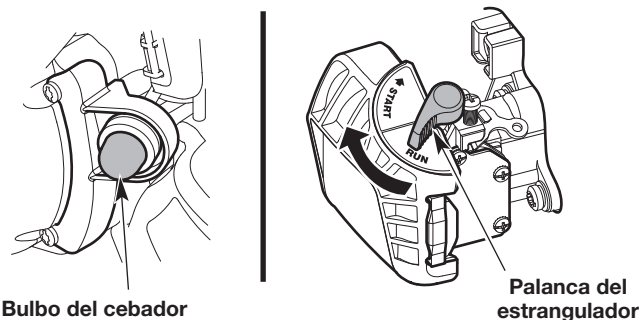

Fig. 6
1. Presione y luego suelte el bulbo del cebador lentamente **10 veces** (Fig. 6).
3. Gire la palanca del estrangulador hacia la derecha hasta que haga clic en la posición **START** (arranque) (Fig. 6).
1. Oprima y suelte despacio la pera del cebador **10 veces** (Fig. 6).